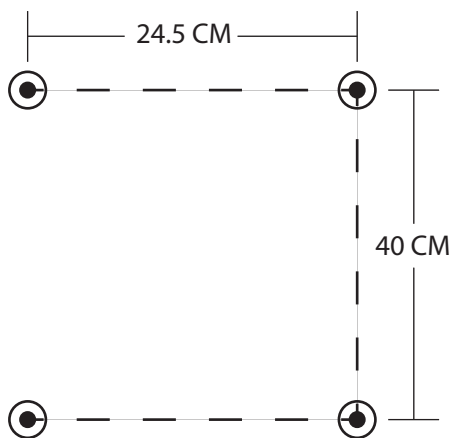
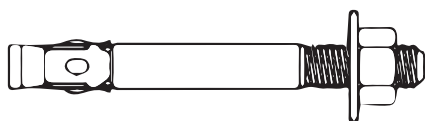

Figura 1
Figura 2
- C. Realice 4 perforaciones de 1/2 pulgada. Se recomienda hacer las perforaciones a 1.50 metros de altura del suelo. (Ver figura 1)
- D. Coloque 4 taquetes expansivos (Ver figura 2) de 3/8 de pulgada dentro de las perforaciones realizadas. (Ver figura 1)